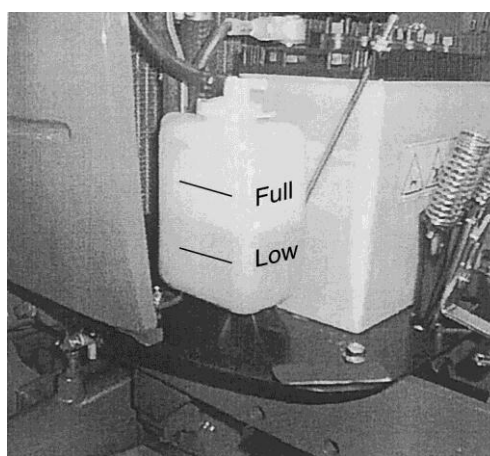

図58 ラジエータ冷却剤リザーバタンク
**冷却水レベルのチェック：**毎日、または10時間ごとに、冷却水リザーバタンクの水量をチェックしてください（図58）。このチェックは、エンジンが停止しているとき行わなければなりません。